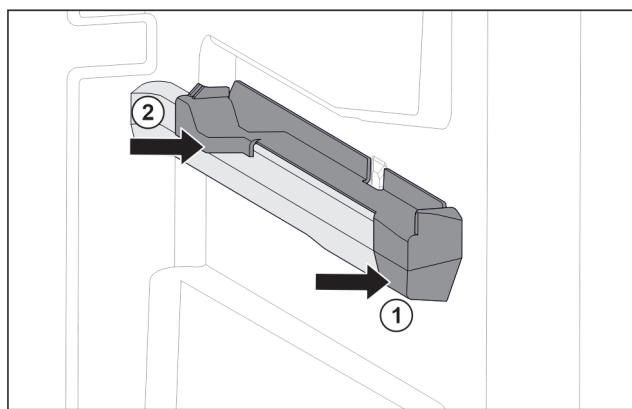

Fig. 108 Nasazovací díl na pravém žebrování na nádoby
- Nasadte nasazovací díl na žebrování na nádoby. Fig. 108 (1)
- Přitlačte nasazovací díl k zadní části. Fig. 108 (2)